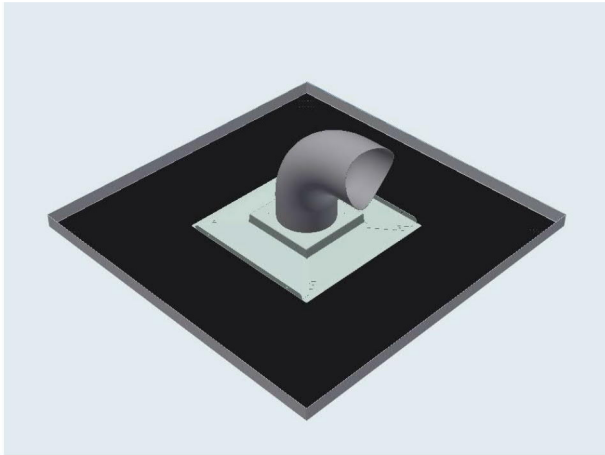

Figure 10: Opticlean pour raccord de tuyau flexible ou coude 90°
- raccord de tuyau flexible ou coude 90° (figure 10)